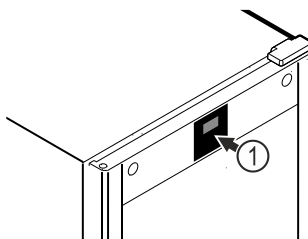

Fig. 51 Representación a modo de ejemplo
El termómetro ya viene calibrado en fábrica (desviación de +6 Kelvin). Si la temperatura interior difiere de la que se muestra en el indicador de temperatura Fig. 51 (1), puede calibrar el termómetro.